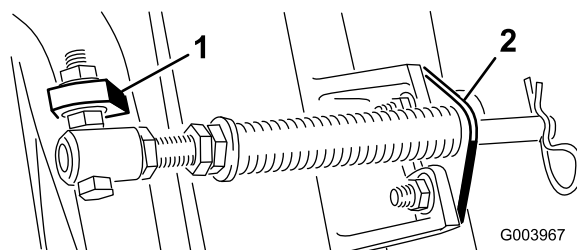

Figure 5
- C. Montez le boulon du tube de ressort sur la patte opposée du bâti porteur et fixez-le en position avec l'écrou à embase. Placez la tête du boulon sur le côté extérieur de la patte, comme montré à la Figure 5.
- D. Montez le support de tige sur les pattes du plateau de coupe à l'aide des boulons de carrosserie et des écrous (Figure 5).